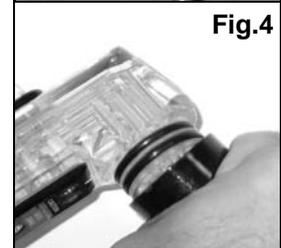

Fig.4
- 1a. REMOCION DE LA BOQUILLA PARA SERIE II: (Conexión de presión, 2 O-rings) (Fig.4)**